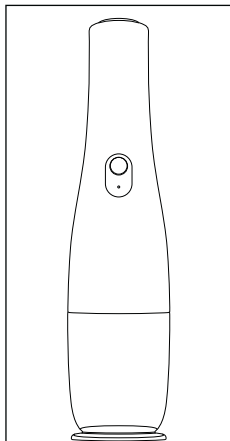

Fig. 5
6. Para guardarlo, pose el aparato sobre la tapa de cierre ①, que también puede utilizarse como base (consulte la fig. 5).